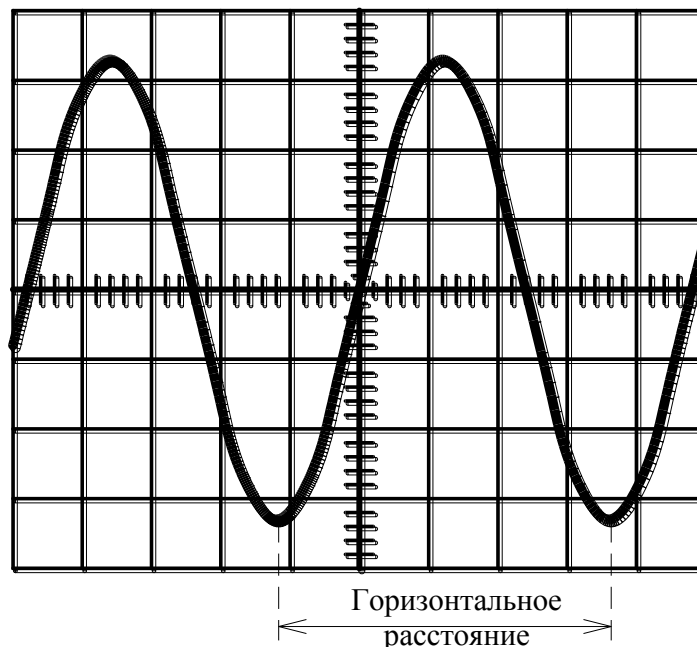

Рисунок 28 – Определение длительности периодического сигнала
3.1.7) измерьте горизонтальное расстояние между измеряемыми точками (Рисунок 28). Ручка «ПЛАВНО» переключателя «ВРЕМЯ/ДЕЛ.» должна быть установлена в положение « \blacktriangledown »;
Пример. Допустим, что расстояние между измеряемыми точками составляет 5 делений (рисунок 28), а переключатель «ВРЕМЯ/ДЕЛ.» установлен на 0,1 мс, растяжка (ХОД) не применяется. Длительность времени